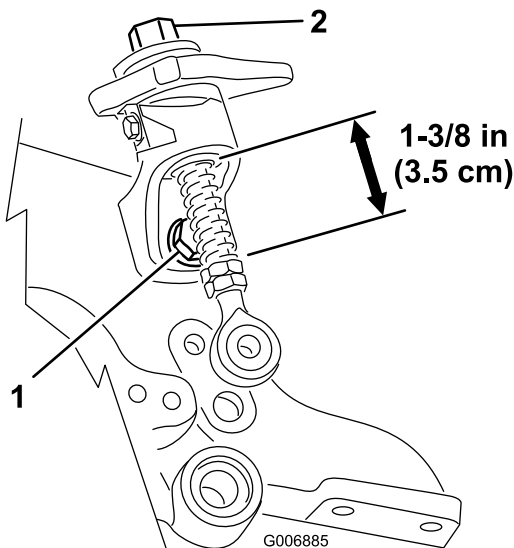

Bild 47
2. Lösen Sie die Express-Hubbefestigungsschraube und stellen Sie sicher, dass die Gewindestange ausgerichtet ist und nicht an der unteren Express-Hubrampe anschlägt (Bild 47). Ziehen Sie die Schrauben wieder an.
3. Prüfen Sie die Länge der Express-Hubfedern an den Gewindestangen. Die Länge sollte 35 mm betragen (Bild 47).
4. Wenn sich das Handrad zur Höheneinstellung nicht ungehindert dreht, ist die Büchse möglicherweise schmutzig (Bild 47). Reinigen Sie ggf. die Büchse.